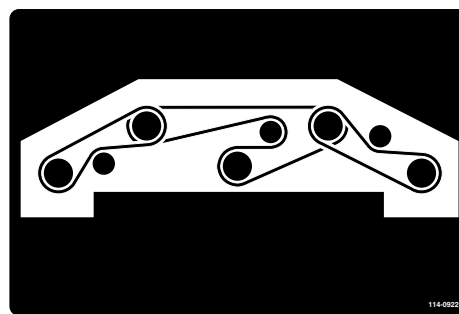

Figura 83
6. Pase la correa nueva alrededor de las poleas de los ejes y del conjunto de la polea tensora, según se muestra en Figura 83.